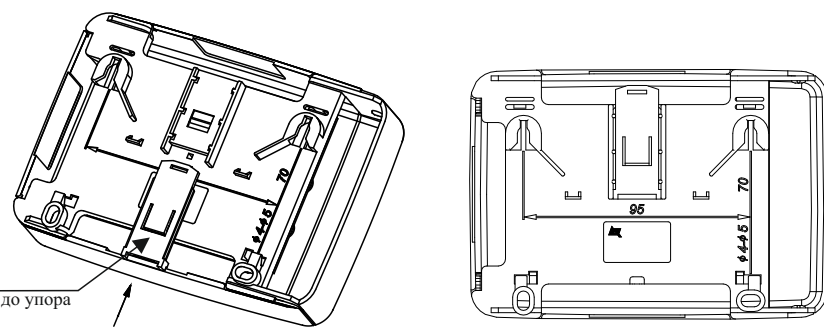

Рисунок 8
- в направляющие основания вставить фиксатор, входящий в комплектность (рисунок 8);